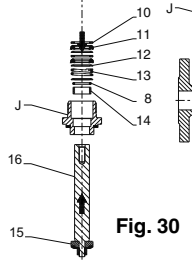

Fig. 30
Version NO (Fig. 30): Re-d**u**bunt the new parts in the stuffing box body: lower bearing (14), O-ring (8), 1 chevron support (12), spring (13), 1 chevron support (12), 1 chevron (11), 1 stuffing box gland (10), 1 chevron support (12), 1 chevron (11) and 1 stuffing box gland (10). Fit the unit thus formed on the stem/disc (15-16).
Version NO (Fig. 30) : Remonter dans le corps du presse étoupe les nouvelles pièces : le palier bas (14), le joint torique (8), 1 support de chevron (12), le ressort (13), 1 support de chevron (12), 1 chevron (11), 1 fouloir (10), 1 support de chevron (12), 1 chevron (11) et 1 fouloir (10).
- NC- und U-Version (Abb. 31):** Montieren Sie den neuen O-Ring (9) und befestigen Sie das Gehäuse der Stopfbuchse (J) mit den Schrauben (B) mit dem Anziehmoment [c]. Montieren Sie die neuen Teile in der Stopfbuchsen- und entfernen Sie: unteres Lager (14), O-Ring (8), 1 Dachmanschetten-Unterstützung (12), Feder (13), 1 Dachmanschette (12), 1 Dachmanschette (11), 1 Stopfbuchsenoberteil (10), 1 Dachmanschetten-Unterstützung (12), 1 Dachmanschette (11) und 1 Stopfbuchsenoberteil (10). Schrauben Sie die Bedienergehäuseeinheit (L)/Ventil (E) von Hand fest. Bringen Sie die neue Einheit aus Spindel/Ventilteller (15-16) wieder an. Beenden Sie das Schrauben mit Drehmoment [d]. **Version NO (Abb. 30):** Montieren Sie die neuen Teile in der Stopfbuchsen- und entfernen Sie: unteres Lager (14), O-Ring (8), 1 Dachmanschetten-Unterstützung (12), Feder (13), 1 Dachmanschetten-Unterstützung (12), 1 Dachmanschette (11), 1 Stopfbuchsenoberteil (10), 1 Dachmanschetten-Unterstützung (12), 1 Dachmanschette (11) und 1 Stopfbuchsenoberteil (10). Setzen Sie diese Einheit auf die Spindel/Ventilteller (15-16). Montieren Sie den neuen Siegel (9) und befestigen Sie das Gehäuse der Stopfbuchse (J) mit den Schrauben (B) mit dem Anziehmoment [c]. Ziehen Sie die Einheit aus Antriebsgehäuse (L) und Ventil (E) mit dem Anziehmoment [d] fest.
- Versión NC y U (Fig. 31):** Volver a montar la nueva junta tórica (9), y fijar el cuerpo del prensaestopas (J) con la ayuda de los tornillos (B) al par [c]. Volver a montar las piezas nuevas en el conjunto prensaestopas: casquillo bajo (14), junta tórica (8), 1 soporte de chevron (12), resorte (13), 1 soporte de chevron (12), 1 chevron (11), 1 pistón (10), 1 soporte de chevron (12), 1 chevron (11) y 1 pistón (10). Atornillar firmemente la unidad del cuerpo de operador (L)/Válvula (E) a mano. Sustituir el nuevo conjunto vástago/clapet (15-16). Finalizar el atornillado hasta el par de apriete [d]. **Versión NO (Fig. 30):** Volver a montar las piezas nuevas en el cuerpo del conjunto prensaestopas: casquillo bajo (14), junta tórica (8), 1 soporte de chevron (12), resorte (13), 1 soporte de chevron (12), 1 chevron (11), 1 pistón (10), 1 soporte de chevron (12), 1 chevron (11) y 1 pistón (10). Acoplar el conjunto formado en el vástago/clapet (15-16). Volver a montar la nueva junta (9) y fijar el prensaestopas (J) con la ayuda de los tornillos (B) a par [c]. Atornillar el conjunto cuerpo de actuador (L) / Válvula (E) al par [d].